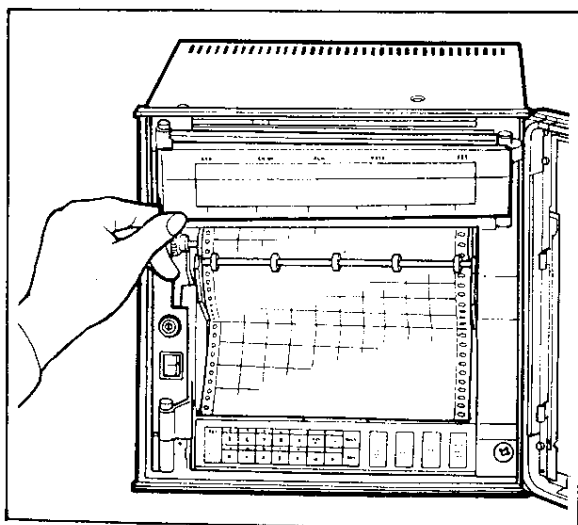

図 5.15
- (2) ディスプレイ部分を開きます(図5.15)。ディスプレイ部分の左はしをつまんで、軽く手前に引いてください。